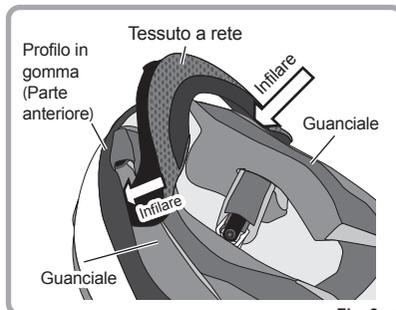

Fig. 2
2. Aprire i 4 automatici e i ganci nella parte anteriore per poter rimuovere l'imbottitura interna. (Fig. 2)
2. Inserire l'interfodera su entrambi i lati del paravento tra l'area anteriore del guanciaie e il profilo in gomma. (Fig. 2)